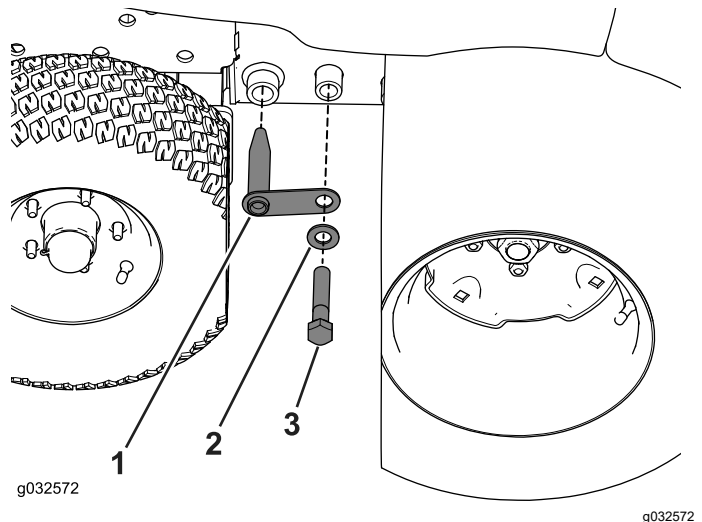

Bild 69
4. Befestigen Sie den Winterrahmen mit dem Kupplungslenker, der Schraube ($\frac{3}{4}$ " x 4") und der Scheibe am Rahmen der Maschine (**Bild 69**).